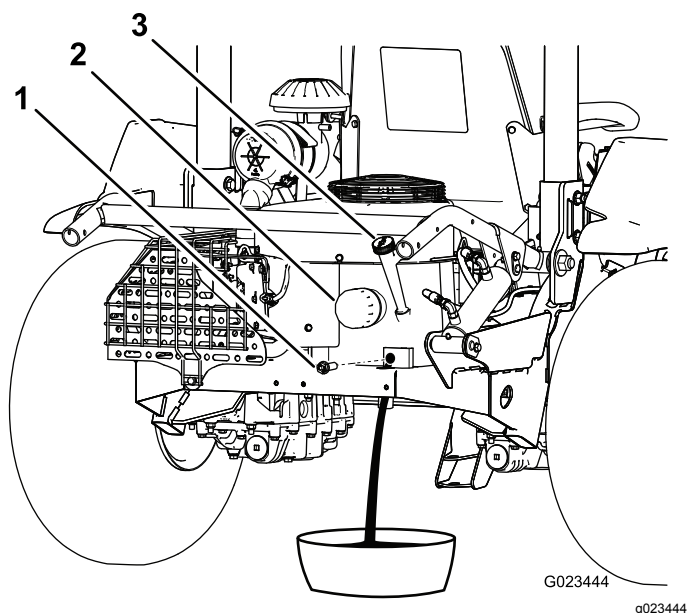

Рисунок 40
3. Удалите пробку сливного отверстия (Рисунок 40) и слейте масло в подходящую емкость. Когда масло перестанет течь, установите пробку сливного отверстия на место.